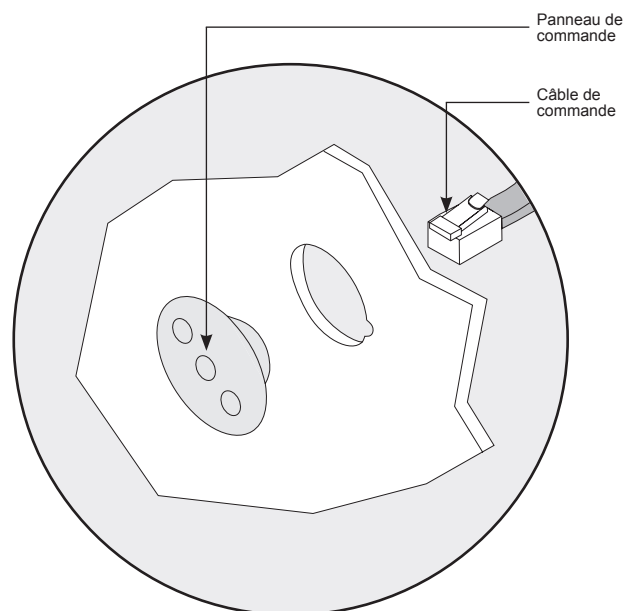

Figure 5 - fixation du câble de commande
- 10 Fixez le câble de commande du boîtier de commande (figure 5).